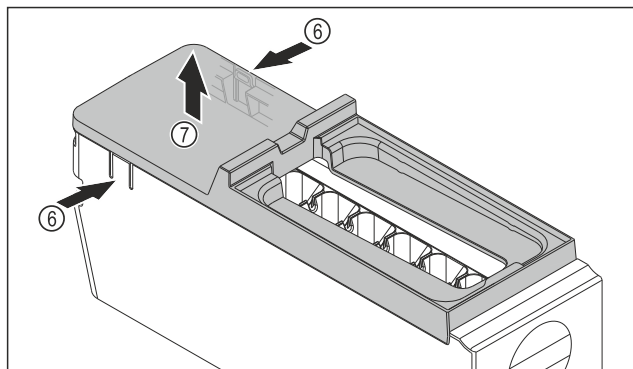

Fig. 78
- Abdeckung des EasyTwist-Ice-Korpus entnehmen: Laschen Fig. 78 (6) an den beiden Seiten des EasyTwist-Ice-Korpus mit einer Hand drücken.
- Abdeckung Fig. 78 (7) mit der anderen Hand nach oben entnehmen.